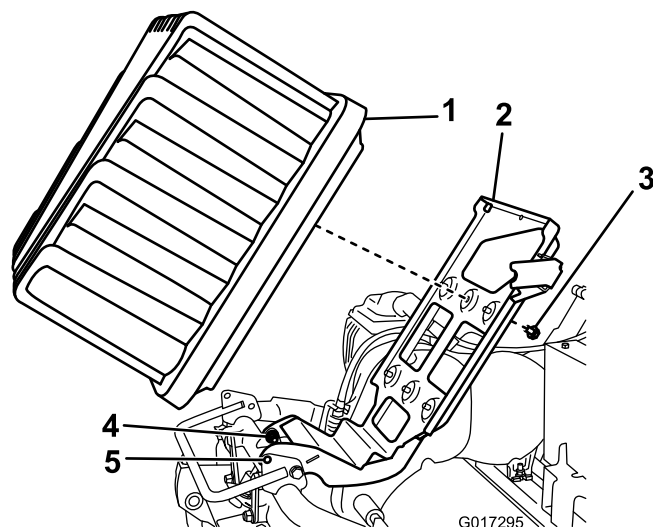

Figura 9
5. Desaperte os 2 parafusos/porcas com meia volta cada (Figura 9).
6. Eleve a plataforma da bateria até que os furos de bloqueio na base e estrutura fiquem alinhados (Figura 9). Deslize uma chave de parafusos ou outra barra de metal através dos furos para prender a plataforma na posição elevada.